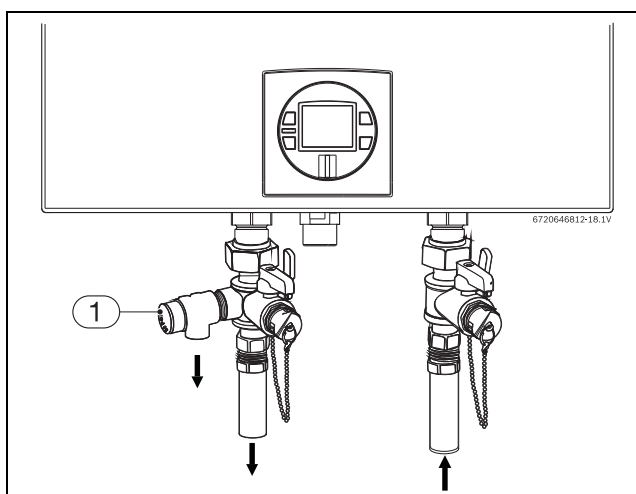

Fig. 36 Raccordements de plomberie et (avec vannes d'arrêt) et soupape différentielle
- Des soupapes d'arrêt doivent être installées sur les conduites d'alimentation en eau froide et de sortie d'eau chaude sanitaire pour faciliter l'entretien du chauffe-eau (voir fig. 36).
L'emplacement de la SD doit être aisément accessible pour l'entretien ou le remplacement et montée aussi près que possible du chauffe-eau. Voir fig. 36. Pour installer la SD, un raccord-union adapté connecté à une rallonge sur un raccord-union en T peut être inséré sur la conduite d'eau chaude sanitaire.